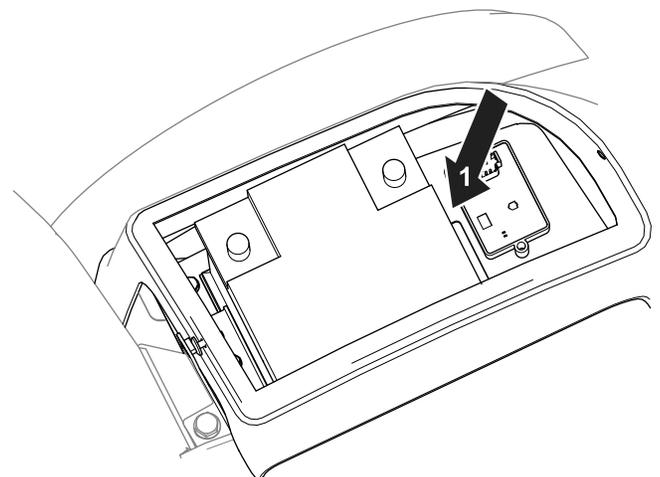

Figura 19
9. Utilice una brida para enrollar cualquier parte sobrante del arnés de cables delante de la batería (**Figura 19**).